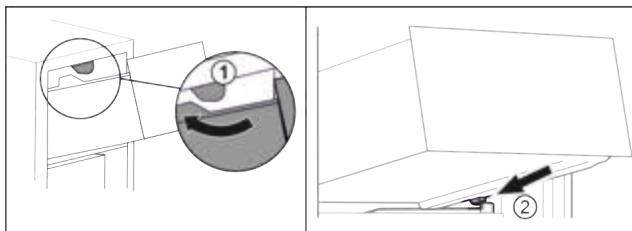

Fig. 63
- Обвести висувний ящик навколо верхнього стопора. Fig. 63 (1)
- Встановити висувний ящик за нижніми стопорами на ребро для резервуару навскоси. Fig. 63 (2)